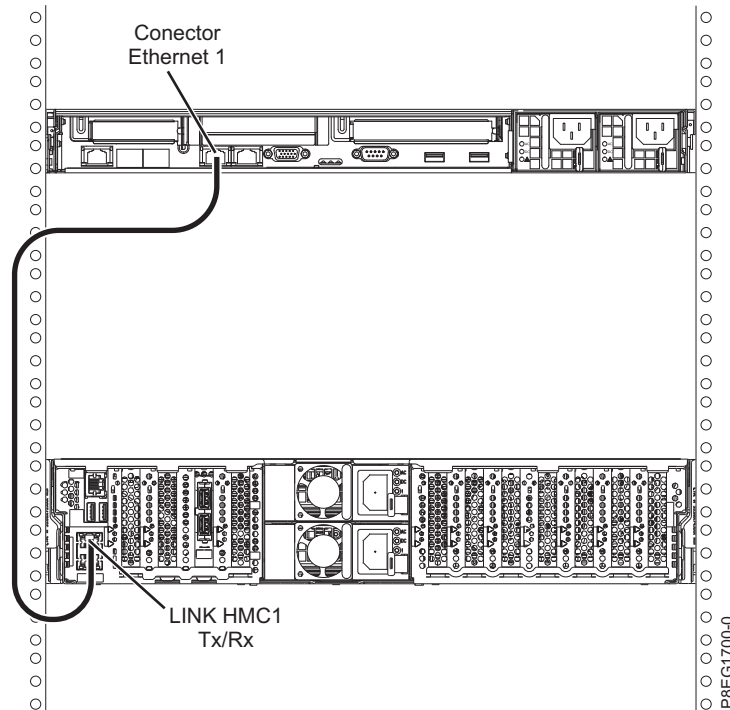

Figura 39. Conectando o HMC para o sistema gerenciado
1. Consulte Se você deseja conectar diretamente o seu HMC para o sistema gerenciado, conecte o **Conector Ethernet 1** no HMC à porta **HMC1** no sistema gerenciado. Figura 39 na página 47.